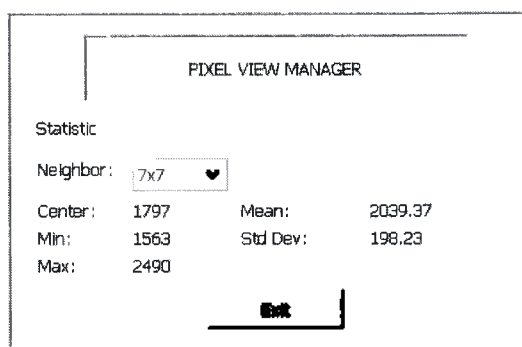

Рисунок 116
– Меню *Управление просмотром пикселей* (см. рисунок 116) обнаруживает позицию и значение пикселя данной области изображения, выбранной при помощи сенсорной панели.